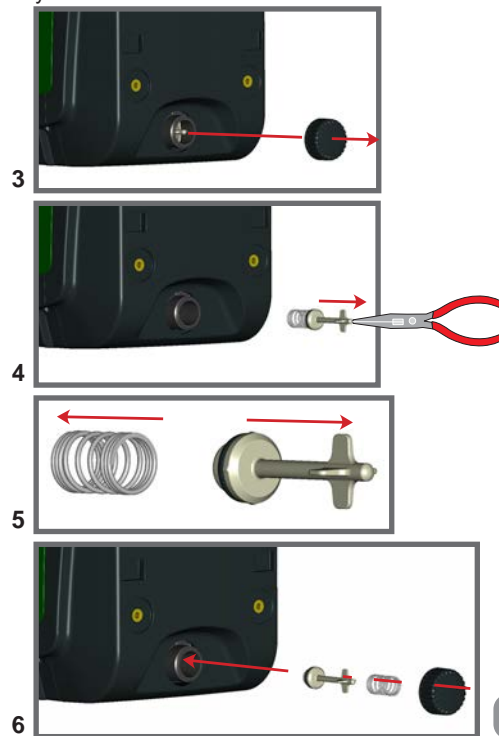

Рисунок 18
3. снимите пробку слива, соблюдая осторожность, чтобы не уронить кольцевую прокладку (Рис.18);